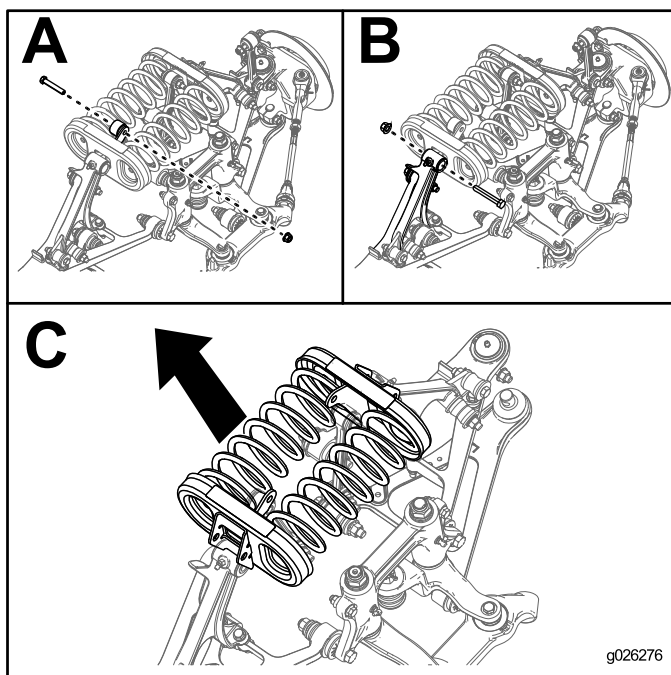

Bild 20
5. Entfernen Sie die Schrauben und Muttern vom Ende jedes Stabilisatorlenkers, wie in Bild 20, Feld A, abgebildet.
6. Entfernen Sie die Schrauben und Muttern vom Steuerarm, mit dem jede Federwiege befestigt ist, wie in Bild 20, Feld B, abgebildet.
7. Nehmen Sie die Federwiegen und Federn von der Maschine ab, wie in Bild 20, Feld C, abgebildet.